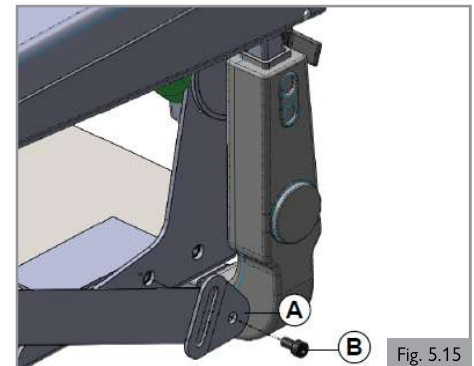

Fig. 5.15
1. Fixez (A) au châssis à l'aide des vis fournies à gauche et à droite. (Fig. 5.15)
2. Serrez (B). Consultez la section 8 pour connaître les valeurs de couple spécifiées.